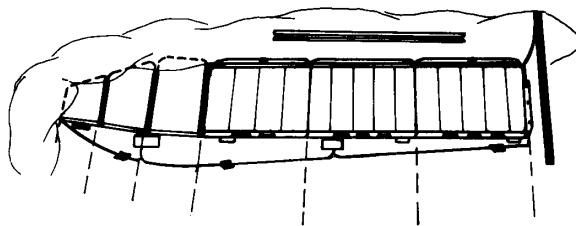

fig 5
8. Aplatissez le toit en montant dans le bateau et en tirant les saisines vers le haut pour éviter de coincer le tissu [figure 5].